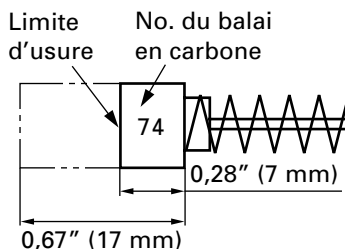

Fig. 11
3. Contrôle des balais en carbone (Fig. 11)
REMARQUE: Utiliser le balai en carbone HITACHI No. 74 indiqué sur la Fig. 11.